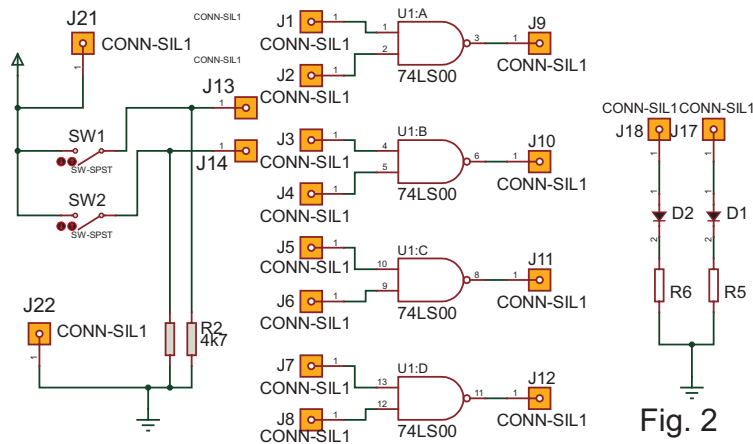

Fig. 2
Le schéma du circuit (figure 2) est à base du circuit intégré logique 7400. Il permet la simulation du fonctionnement des circuits électroniques simples ayant deux variables d'entrée, deux variables de sortie et au plus 4 fonctions logiques universelles "NAND".
- 1 Saisir le schéma du circuit (figure 2) en utilisant le logiciel "Proteus ISIS", "version démo".